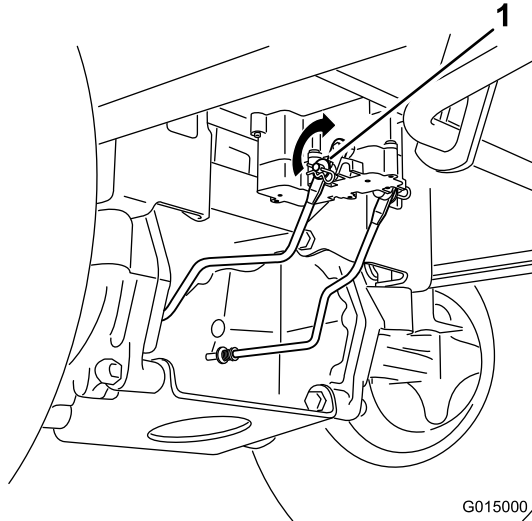

Figure 39
1. Localisez l'arbre sur le frein électrique au point de connexion des bras de liaison (Figure 39).